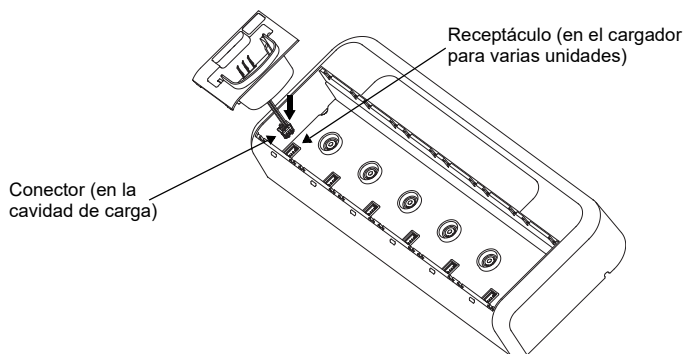

Figura 4
3. Retire el arnés de la cavidad tirando hacia arriba en el conector (consulte la Figura 4).
1. Conecte el arnés de la cavidad, enchufando el conector al receptáculo en el cargador para varias unidades (consulte la Figura 4).